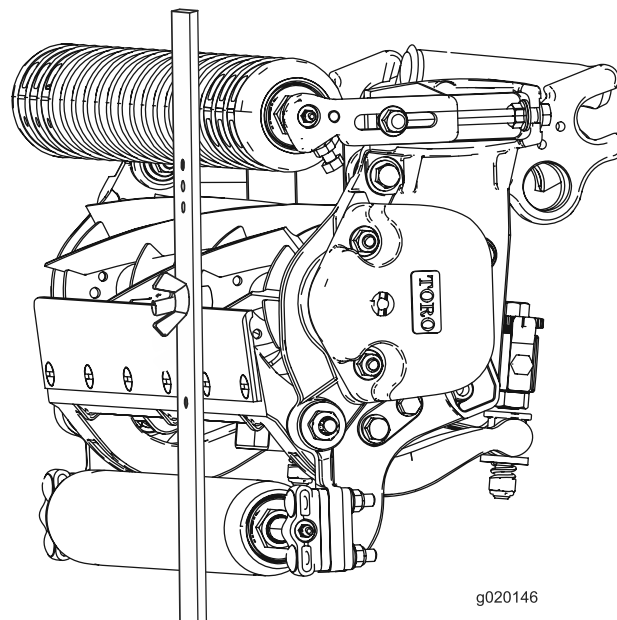

Figura 18
- Enganche la cabeza del tornillo sobre el filo de la contracuchilla y apoye el extremo trasero de la barra sobre el rodillo trasero (Figura 18).
- Gire el tornillo de ajuste hasta que el rodillo delantero entre en contacto con la barra de ajuste (Figura 18). Ajuste ambos extremos del rodillo hasta que el rodillo esté paralelo a la contracuchilla en toda su longitud.